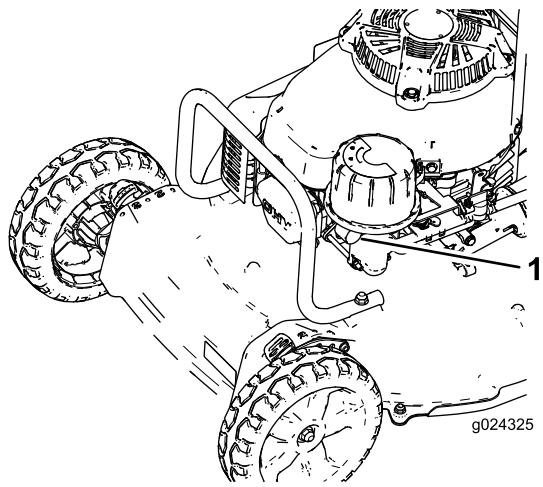

Figura 14
3. Apriete el cebador firmemente (Figura 14), manteniendo presionada la perilla durante un segundo.